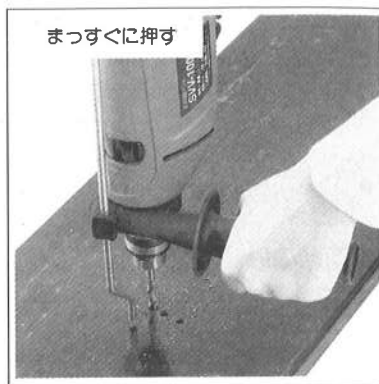

図7
- 穴をあけるときはドリルの先端を穴あけ位置に当て、まっすぐに押ししてください。(図7参照)